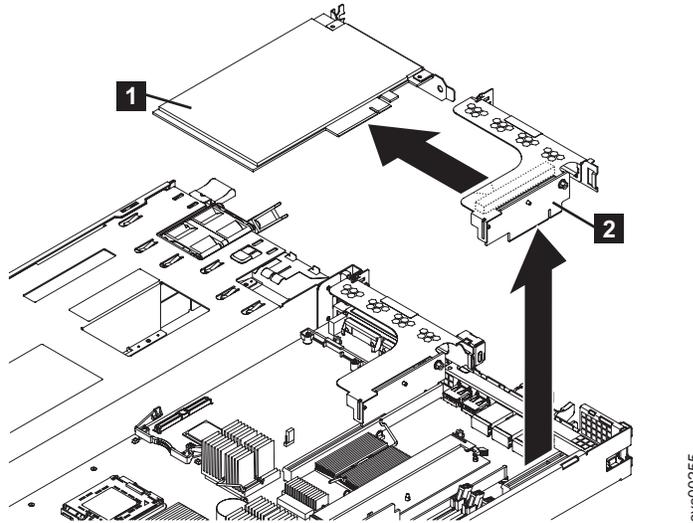

図 139. SAN ボリューム・コントローラー 2145-8G4 からのライザー・カード・アセンブリーの取り外し
6. ライザー・カード・アセンブリー (図 139の **2**) を後部エッジでつかみ、このライザー・カード・アセンブリーを持ち上げて取り外します。